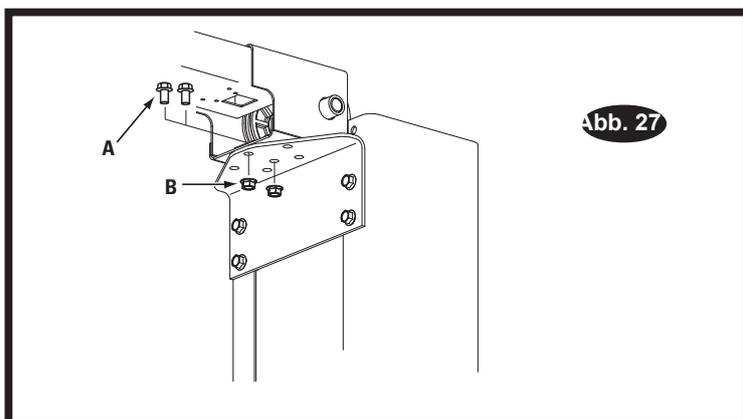

Abb. 27 Ausschnitt
4. Zwei Personen platzieren auf jeweils einer Leiter an jeder Säule stehend die Kopfbaugruppe auf den Säulenmontagehalterungen und befestigen sie mit 3/8"-16NC x 3/4" langen geflanschten Sechskantschrauben. Verwenden Sie (1) Stern-Sicherungsscheibe auf der Aggregatseite, Abb. 27. Verwenden Sie die mittleren Löcher. Ziehen Sie die Schrauben in der Mitte der Kopfbaugruppe fest.